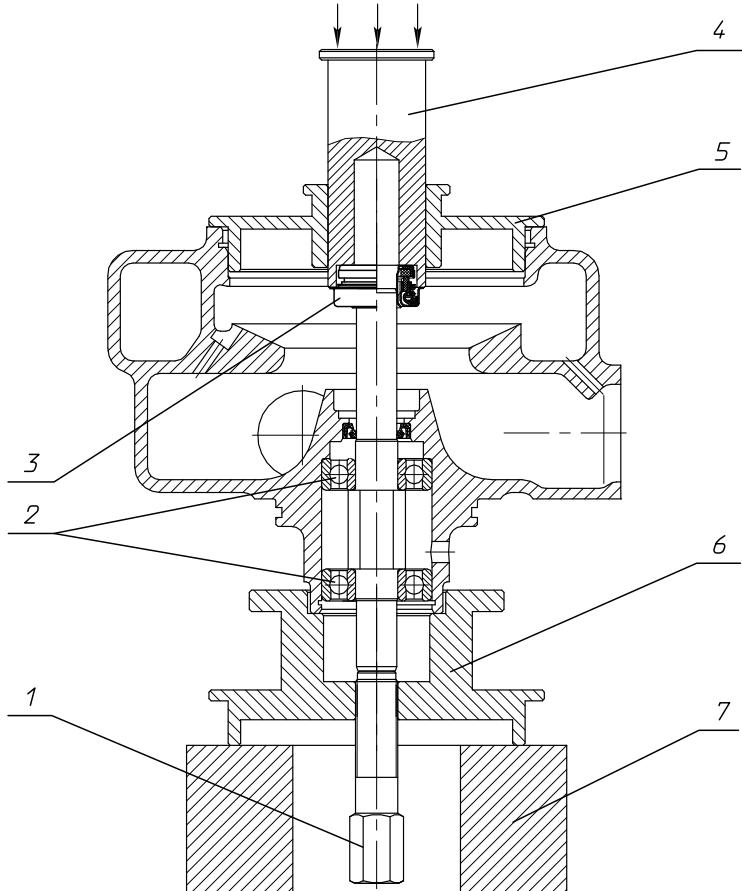

Рис.39. Установка торцового уплотнения «КАСО»
1. Установить корпус насоса в сборе с валом и подшипниками через специальную приставку 6 вертикально на жесткую опору 7, которая имеет внутреннее отверстие для размещения установочного винта 1 (см. рисунок 39).